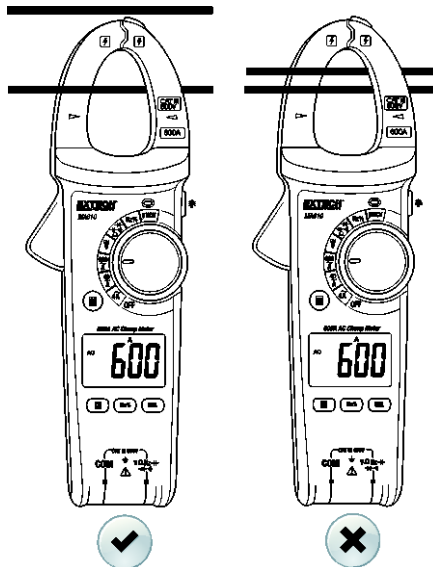

Fig. 2 – Colocación correcta e incorrecta de la pinza
4. Coloque la pinza alrededor de un solo conductor. Vea la Fig. 2 para la técnica correcta e incorrecta.